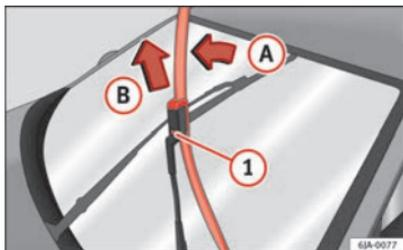

Fig. 66 Las escobillas de los limpiaparabrisas
- Retire el brazo del limpiaparabrisas desde el cristal moviendo ligeramente la escobilla en el sentido del brazo – flecha ① ⇒ fig. 66.
- Con la otra mano desbloquee el seguro ① y saque la escobilla en el sentido de la flecha ②.